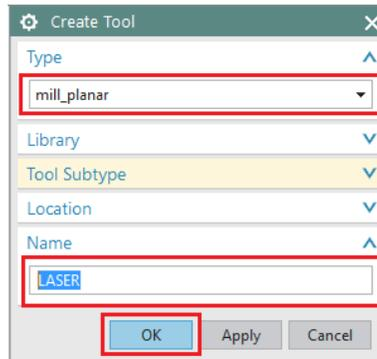

Figura 4.16 Create Tool
- En la ventana **Create Tool**, modificar la opción de **Type** a **mill_planar** y en **Name** a LASER, dar click en **Ok** (Figura 4.16).